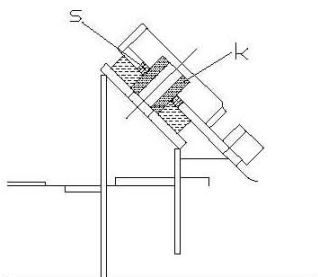
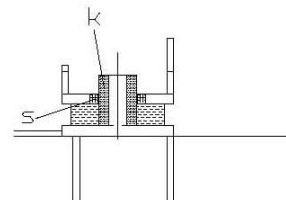

図 9
図 10
7.カラー(k)4ヶ所、新小マウント(s)4ヶ所を取り付ける。・・・図9、図10